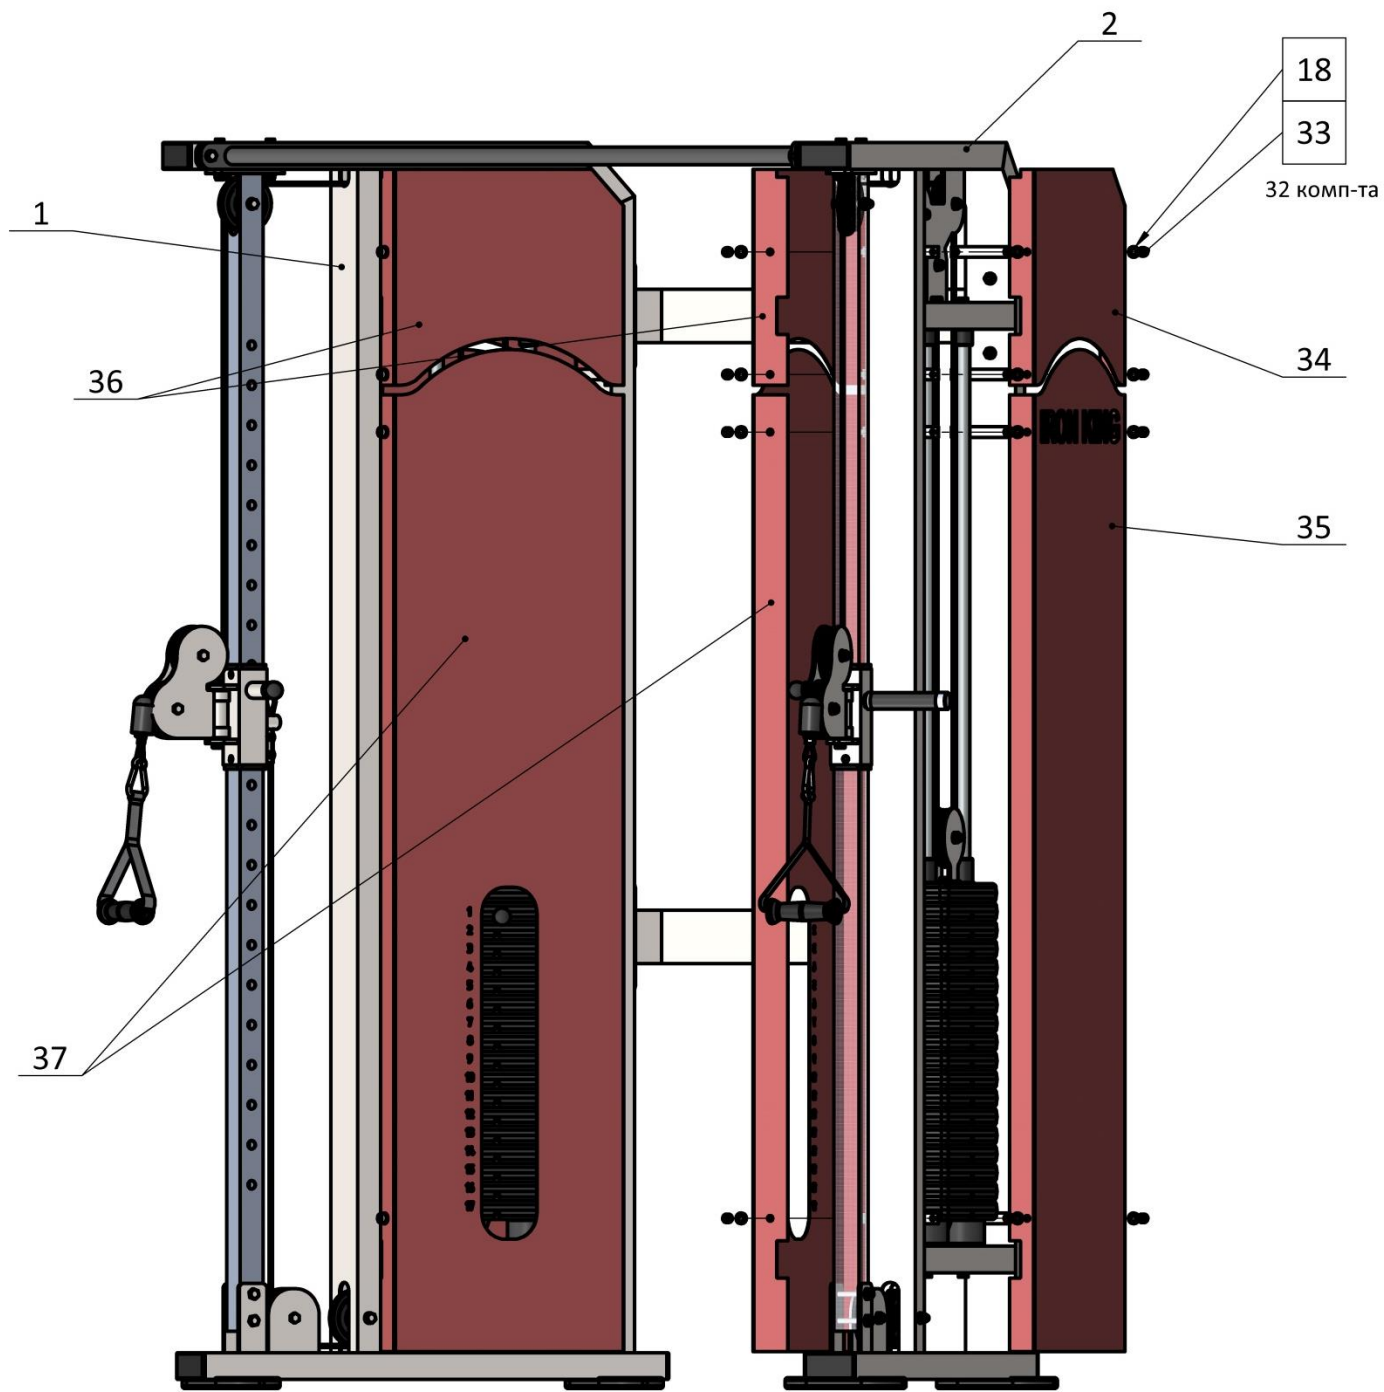

Рис. 4
4. К раме (2) крепится комплект кожухов (34, 35, 36, 37), зеркальным отображением к раме (1) крепятся аналогичные кожуха (34, 35, 36, 37). Для крепления кожухов используют 32 винта М10х10 под шестигранник (33) и шайбы D10 (18) в количестве 32 штук. (Рис. 4).